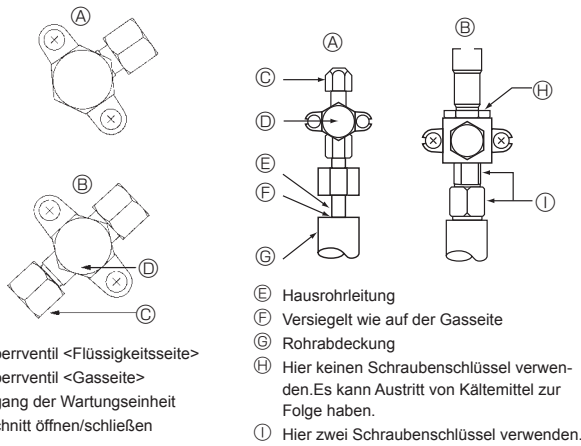

Fig. 4-5
4.4. Verfahren zum Prüfen der Rohre auf Dichtigkeit (Fig.4-5)
- Vergewissern Sie sich, dass die Sperrventile (A) (B) geschlossen sind und öffnen Sie sie nicht.
- Bauen Sie über die Wartungseinheit (C) des Flüssigkeitssperrventils (A) Druck in den Kältemittelleitungen auf.
- Wenn der Druck in den Schritten (2) oder (3) abfällt, entweicht Gas. Suchen Sie nach der Gasaustrittsstelle.